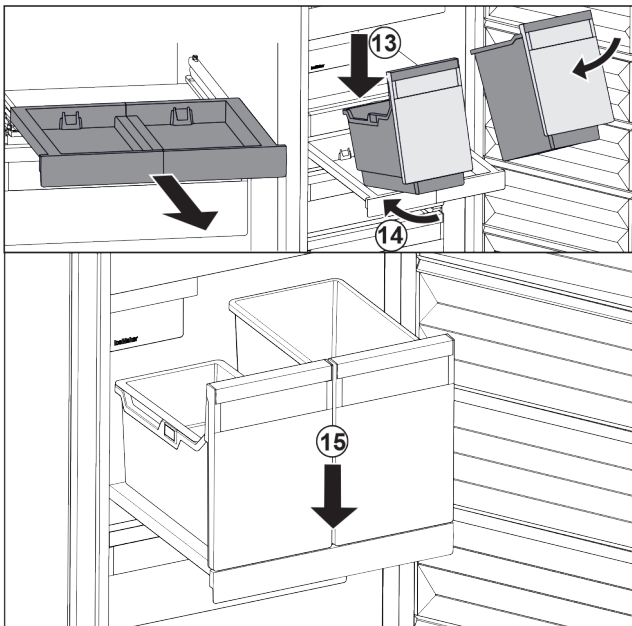

Fig. 110
- ▶ Встановити резервуар на витяжну панель навкоси. Fig. 110 (13)
- ▶ Насунути резервуар навкоси до зад. Fig. 110 (14)
- ▶ Резервуар опустити спереду. Fig. 110 (15)